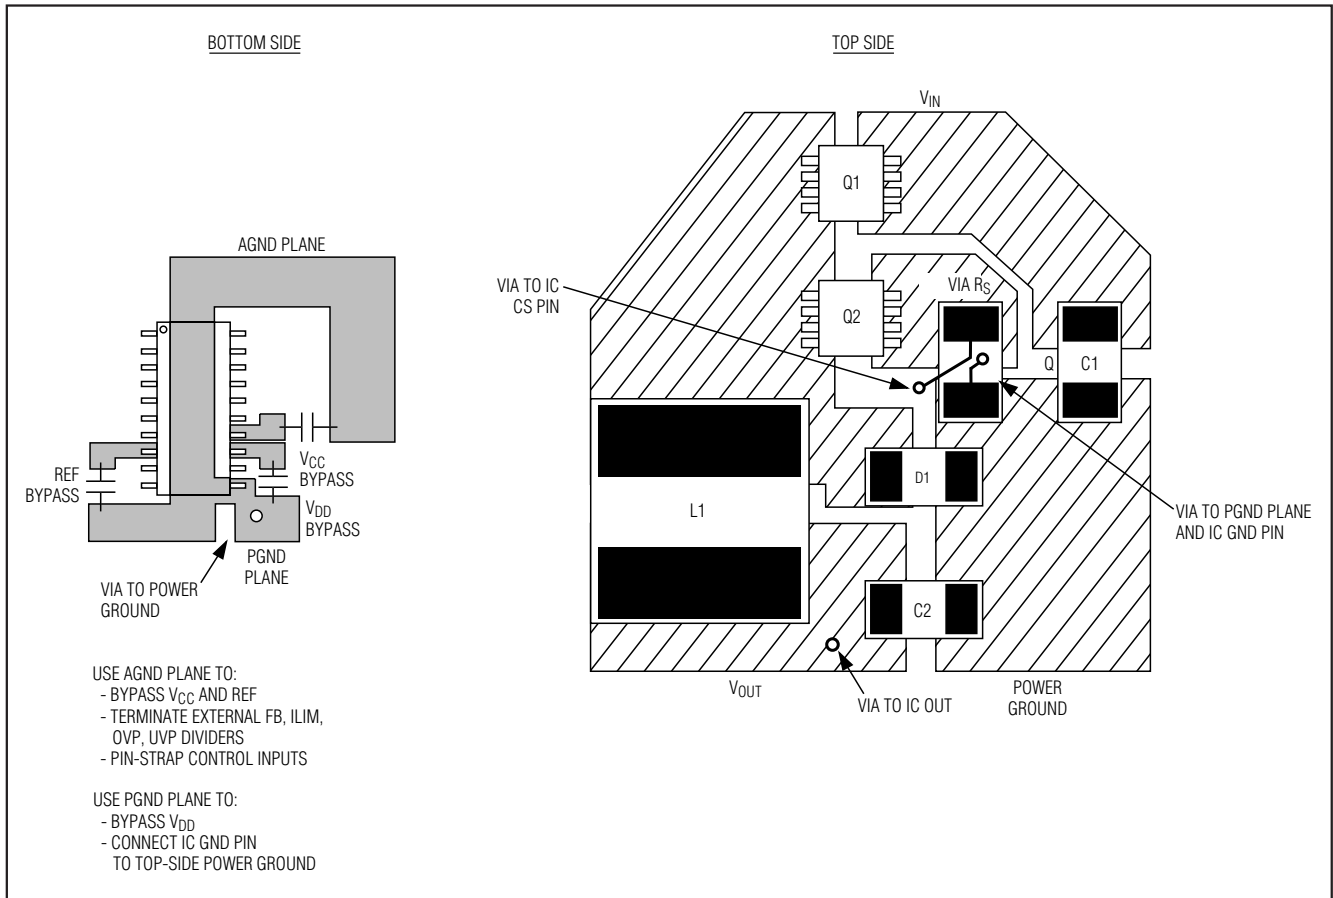

图9. 功率级PC板布局实例
合理的PC板布局对实现低开关损耗和干净、稳定的工作非常重要。在布设开关功率级电路时更需要特别注意(图9)。如果有可能的话，应将所有功率元件安装在电路板的顶层，并使它们的接地端靠在一起。良好的PC板布局应遵守以下准则：
- 4) 按图9所示连接DC-DC控制器的接地端。该图可被视作有两个独立的地层：一个是连接所有大功率元件的功率地；另一个是连接敏感模拟元件的模拟地。模拟地层和功率地层必须在IC上单点直接会合。